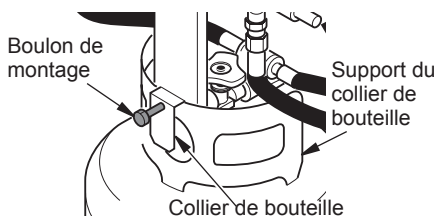

Figure 2 - Montage de l'appareil de chauffage
1. Placer l'appareil de chauffage sur la bouteille, le support du collier de la bouteille étant positionné sur le collier (se reporter à la figure 2). Le boulon de montage doit être placé à l'extérieur du collier de la bouteille.